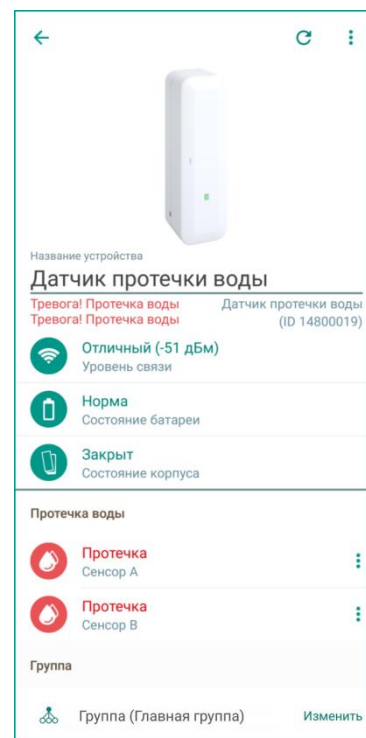

Рисунок 12.2 – Экран настройки датчика
- Текущее состояние сработавшего сенсора также изменится на *Протечка* и иконка сенсора будет окрашена в красный цвет (см. рисунок 12.2).